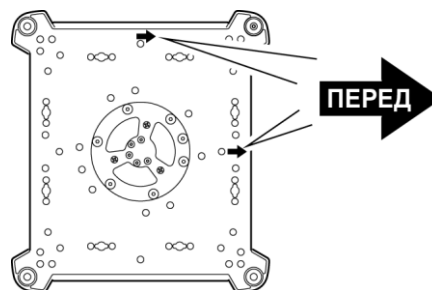

Рисунок 6. Передняя панель устройства
- См. рисунок 6. Обратите внимание на положение стрелок внизу основы, которые указывают переднюю панель устройства.